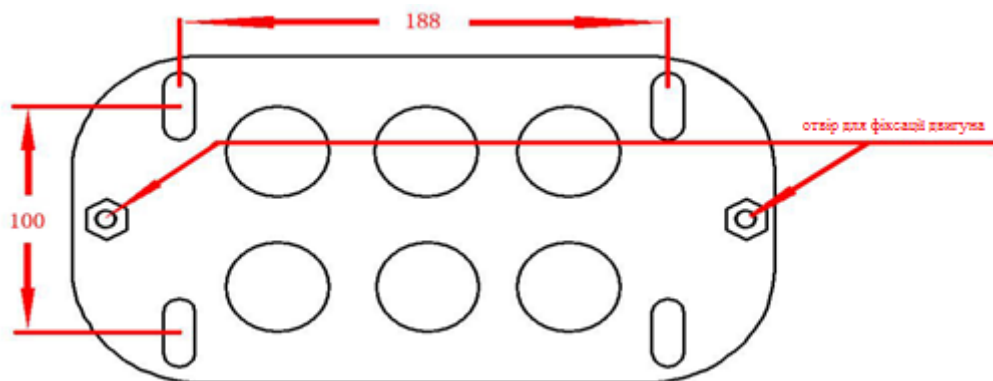

Рисунок 2
1. Залежно від монтажного розміру двигуна та висоти кріплення зубчастої рейки, визначіть монтажне положення опорної пластини і за допомогою вмонтованих болтів або дюбелів закріпіть опорну пластину на бетонному фундаменті. Див. Рис. 2